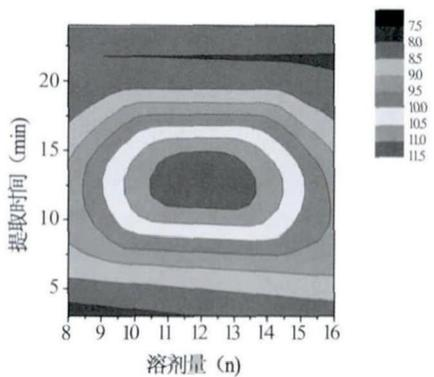
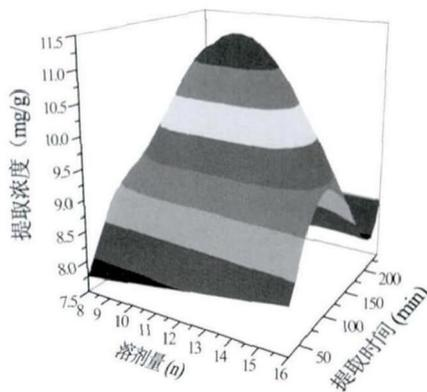

图 6 二维等高线
图 7 效应面三维图
2.6 3D 图 绘制 3D 图是比较复杂的, 药学研究中对连续变量的优化多采用星点设计-效应面法, 通过效应面和二维等高线上直接观察较优区域, 优选出变量的最佳取值范围。以文献^[7]中数据为例, 输入数据, 点 Worksheet/Convert to matrix/Griding, 设置恰当的参数得到 Griding Matrix 数据窗口, 点 Plot/Contour/Contour-Color Fill 得到二维等高线(图 6); 通过 Plot/3D Surface/Color Map Surface 得到效应面三维图(图 7)。